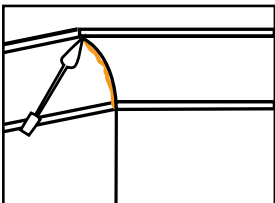

图 16
- 在墙壁和吊顶上沿着檐口边缘应该成直线。使用小型檐口工具装饰斜接面[图 16]